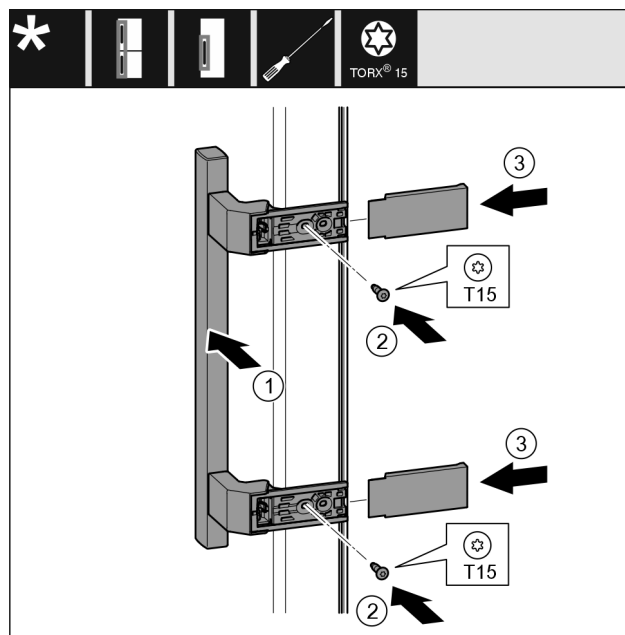

Fig. 22
- ▶ Nasadte madlo Fig. 22 (1) na protilehlé straně.
- ▶ Šroubovákem šrouby Fig. 22 (2) pevně utáhněte.
- ▶ Kryty Fig. 22 (3) bočně nasadte a nasuňte.